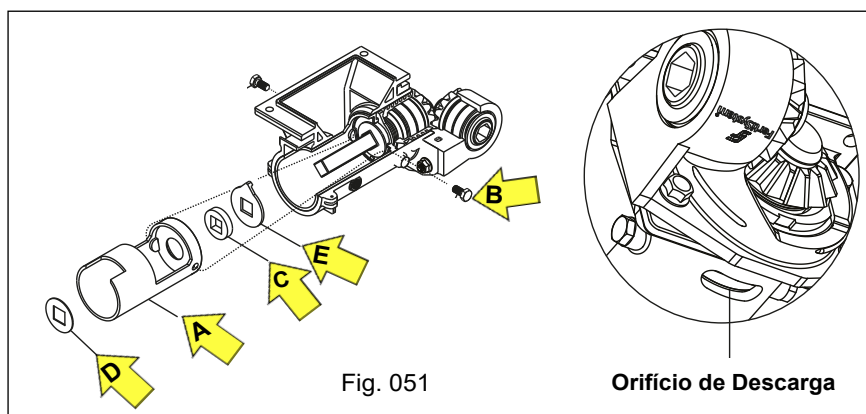

Fig. 051
d) Efetue a análise de desgaste no revestimento "A", substitua-o se apresentar desgaste excessivo, afrouxando e retirando o parafuso "B". Verifique se há desgaste no feltro "C", arruelas "D e F" e arruela de limpeza "E". O desgaste excessivo é verificado quando ocorrer a saída do adubo em grande quantidade pelo orifício de descarga autolimpante, localizado na face inferior do corpo do distribuidor (Fig. 051).